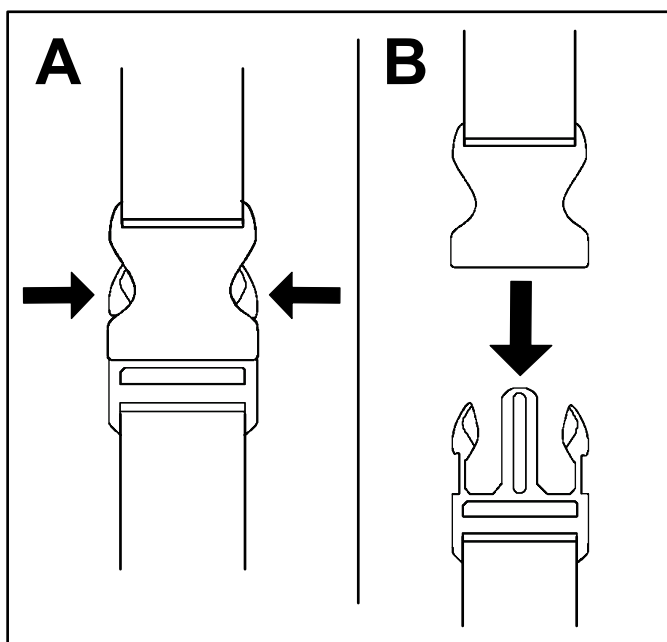

Figure 13
1. Appuyez de chaque côté de la boucle (A de Figure 13).
2. La boucle va se détacher toute seule (B de Figure 13).